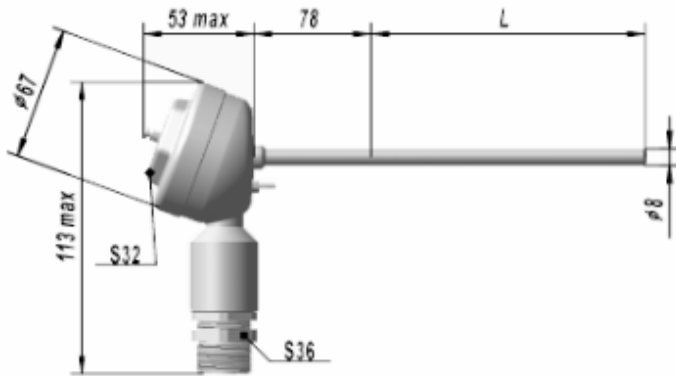

Рис.1
- рис. 1, 2	передвижной штуцер соответствующего внутреннего диаметра, например, М20х1,5 ДДШ4.473.002-04 с внутренним диаметром 8,5 мм (см. "Штуцер передвижной" в разделе III); Примечание - Передвижной штуцер поставляется при наличии на него отдельного заказа
- рис. 1, 2	1,0